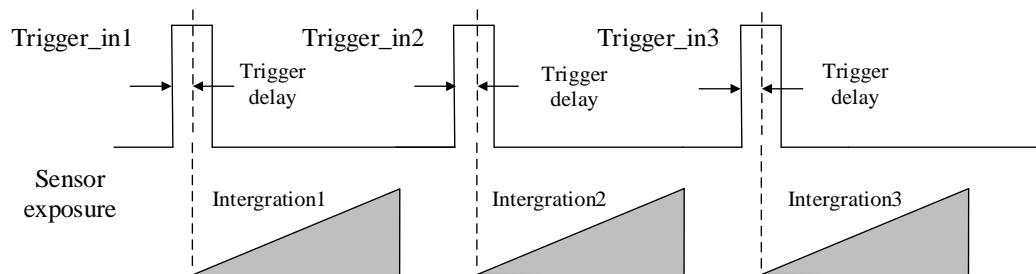

图3-26 信号延迟原理
3. 根据实际需求设置触发延迟时间，单位为  $\mu\text{s}$ ，默认为 0，即接收输入信号后立即触发设备采图。关于触发延迟的原理，如图 3-26 所示。